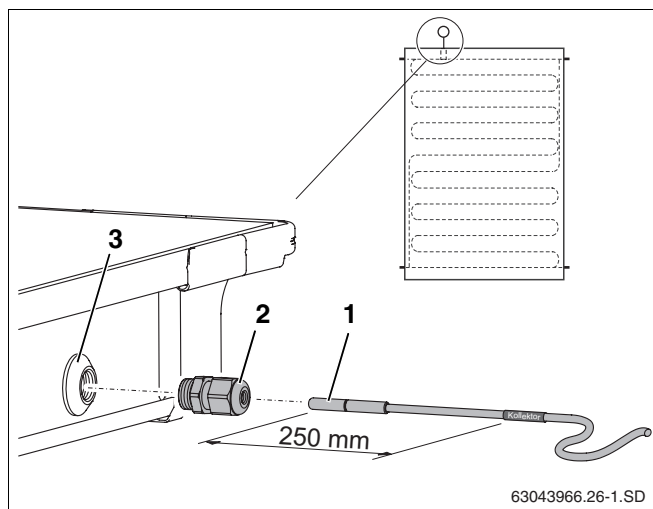

Рис. 32 Установка датчика в коллектор
Для исправной работы солнечной установки необходимо, чтобы коллекторный датчик (рис. 32, **поз. 1**) был вставлен в установочную трубку до упора (примерно на 250 мм).
- Проткнуть датчиком или отверткой уплотнительный слой в гильзе (рис. 32, **поз. 3**).
- Закрутить зажимную втулку (рис. 32, **поз. 2**) в гильзу.
- Затянуть зажимную втулку (рис. 32, **поз. 2**), удерживая от сворачивания.
Если Вы проткнули гильзу (рис. 32, **поз. 3**) не в том коллекторе, в котором нужно, то ее нужно плотно закрыть заглушкой из комплекта для подключения. Но прежде нужно, используя резьбовую втулку (рис. 32, **поз. 2**), удалить находящуюся в гильзе гайку.